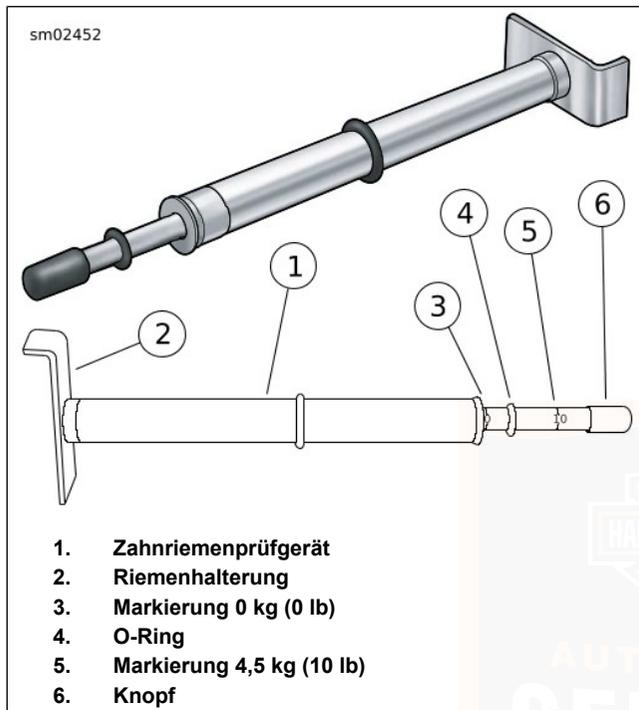

Abbildung 67. Zahnriemenprüfgerät
3. Siehe Abbildung 67. Messung der Riemendurchbiegung mit ZAHNRIEMENPRÜFGERÄT (TEILE-NR.: HD-35381-A):
- a. Den O-Ring (4) zur Null-Markierung (3) schieben.
- b. **Modelle mit Rahmendurchbiegungs-Sichtfenster:** Die Riemenhalterung (2) in einer Linie mit dem Riemendurchbiegungs-Sichtfenster an den unteren Teil des Antriebsriemens anlegen.
- c. **Alle anderen Modelle:** Die Riemenhalterung (2) gegen die Unterseite des Antriebsriemens auf halbem Wege zwischen den Antriebsriemensscheiben anordnen.
- d. Den Knopf (6) nach oben drücken, bis der O-Ring nach unten auf die Markierung 4,54 kg (10 lb) (5) rutscht; dort festhalten.